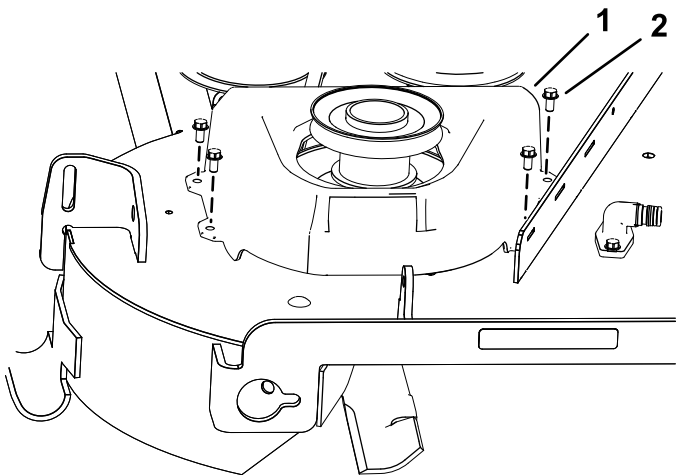

Figura 11
- Montate il nuovo copricinghia sul gruppo puleggia utilizzando le 4 viti rimosse in precedenza ($\frac{1}{4}$ " x $\frac{1}{2}$ "), come illustrato nella Figura 11.